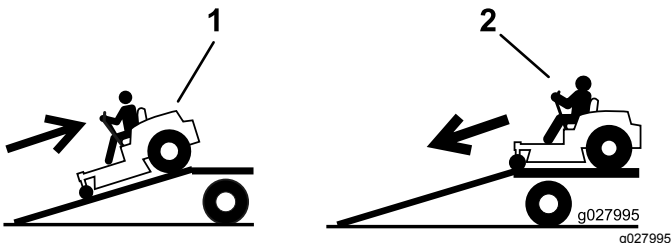

Figure 32
4. Faites monter la machine sur la rampe en marche arrière (Figure 32).
2. Descendez la rampe en marche avant (Figure 32).